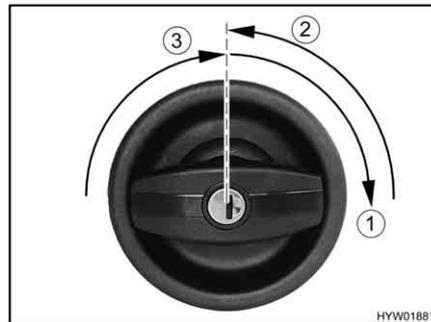

Bild 25 Türschloss Eingangstür, außen, öffnen
- Schlüssel in Schließzylinder stecken und im Uhrzeigersinn drehen (Bild 25,1), bis das Türschloss entriegelt ist.
- Schlüssel in Mittelstellung zurückdrehen (Bild 25,2) und abziehen.
- Türknopf im Uhrzeigersinn drehen (Bild 25,3), bis Türschloss entriegelt ist.